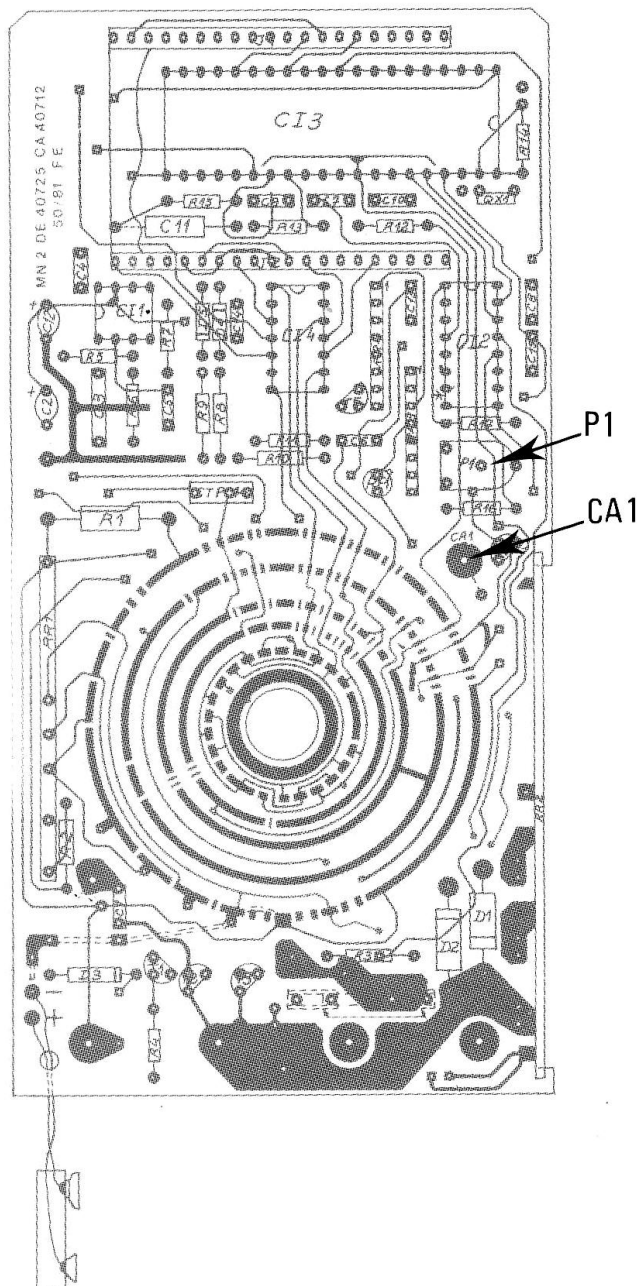
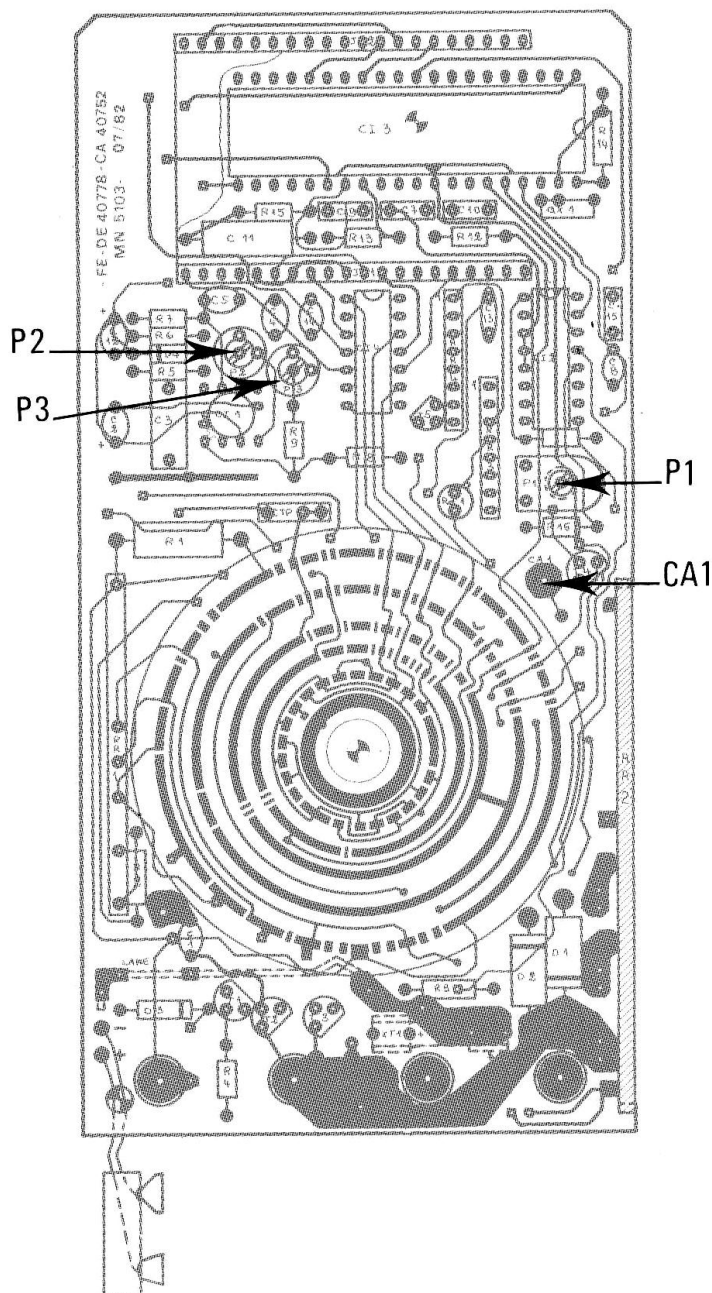
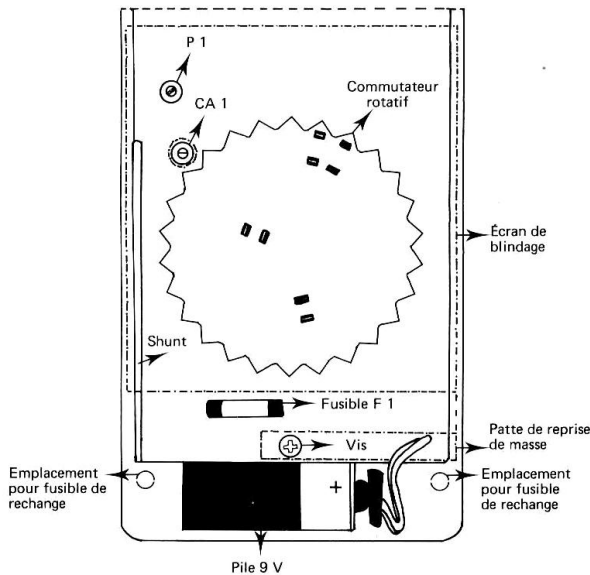

FIGURE 16 : MN 5102 A
FIGURE 17 : MN 5103 RMS
FIGURE 18
- Remplacer la pile 9 V (type 6 LF 22 ou 6 F 22) en respectant la polarité (voir la figure 18 ci-après).
Le fusible est placé sur le circuit imprimé près de la pile 9 V (voir la figure 18 ci-après).
Deux emplacements sont prévus à l'intérieur du boîtier, près de la pile, pour deux fusibles de rechange (voir la figure 18 ci-après).
- Régler le potentiomètre P 1 (★) (figure 16 : MN 5102 A ; figure 17 : MN 5103 RMS et figure 18) pour obtenir le basculement entre 189,9 et 190,0.
- Régler le condensateur CA 1 (★) (figure 16 : MN 5102 A ; figure 17: MN 5103 RMS et figure 18) pour obtenir l'affichage de 1,900.
- Oter la vis représentée sur la figure 18 ci-dessous, dégager éventuellement la patte de reprise de masse du blindage.
- Régler le potentiomètre P 3 (voir figure 17), pour afficher 10.
- Et, régler le potentiomètre P 2 (voir figure 17), pour afficher 190,0 mV.